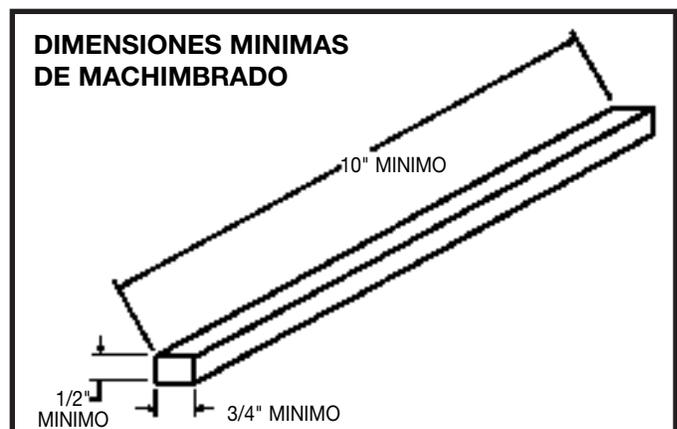

Fig. 39A
**NO REALICE FUNCIONES DE MACHIMBRADO EN MATERIALES MAS CORTOS QUE 10 PULG., MAS ANGOSTOS QUE 3/4 PULG., O MENOS DE 1/2 PULG. DE GRUESO (REFIERASE A FIG. 39A).**